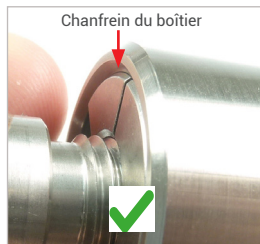

Figure 14
► Éliminez à nouveau la pression pilote. Le connecteur s'ajuste automatiquement à la pièce d'essai afin d'établir une connexion étanche. La surface plane des mâchoires de serrage est à la même hauteur que le chanfrein du boîtier (Figure 14).